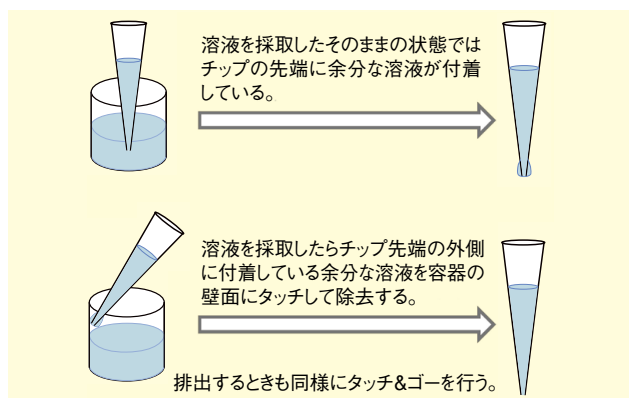

図1.
2. チップの先端を容器の内壁に軽くタッチし先端の外側についている溶液を除去し取り出します（タッチ&ゴー）（図1）。